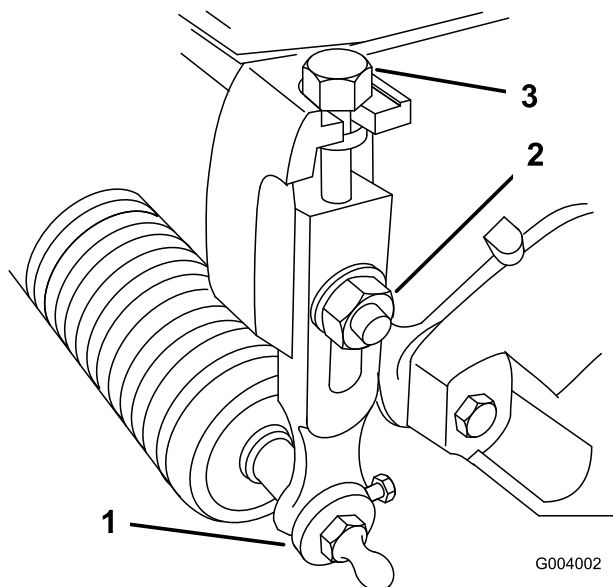

Figura 52
1. Allentate i dadi di bloccaggio che fissano i bracci dell'altezza di taglio alle piastre laterali dell'apparato di taglio (Figura 52).